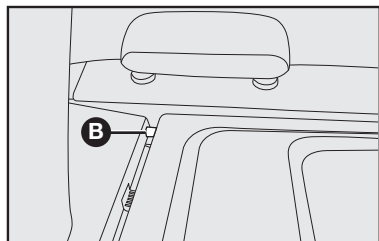

fig. 96
2) Destruavar a cobertura do porta-malas dos pinos **B-fig. 96** e removê-la.